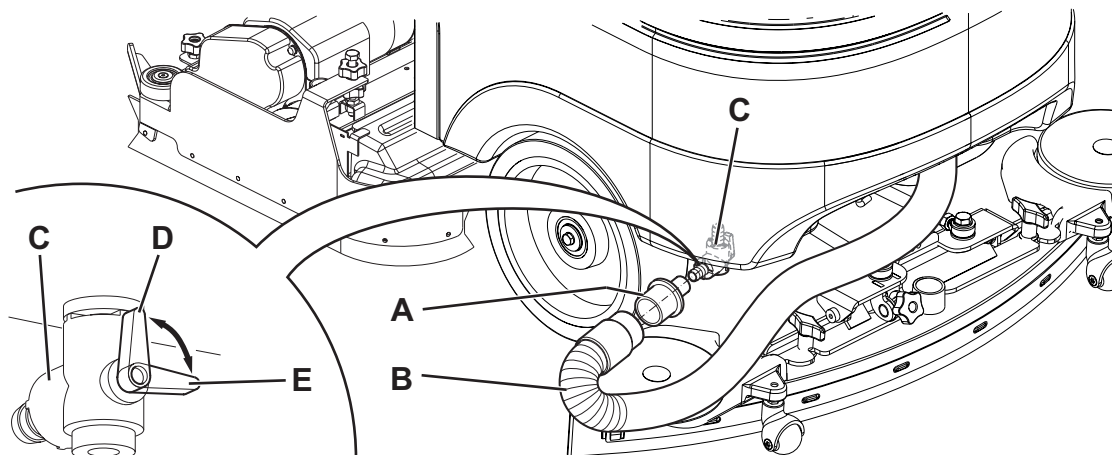

Figura 5
O ecrã (C) indica o nível de concentração do detergente na solução detergente como na tabela indicada na figura 5.